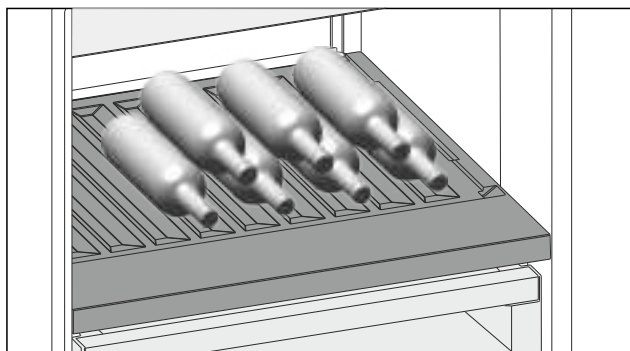

Fig. 189 Примерное изображение
- Бутылки укладывают дном к задней стенке. (см. Fig. 189)